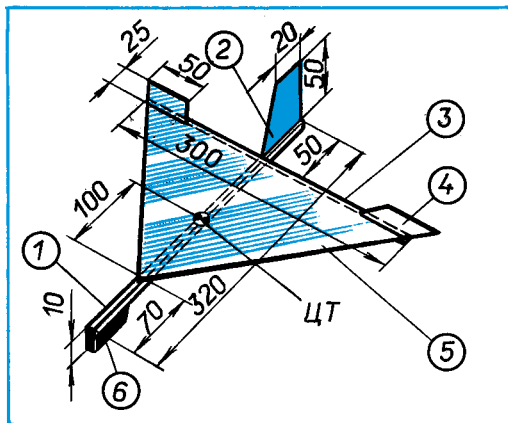

Рис. 63. Летящее крыло.
**Летающее крыло.** Конструкция этой модели (рис. 63) необычна: у нее нет стабилизатора, а крыло 5 имеет треугольную форму. Фюзеляж 1 изготовьте из рейки сечением  $4 \times 4$  мм и длиной 320 мм. В носовой части с помощью ниток и клея прикрепите груз — пластинку из древесины. Из рейки сечением  $4 \times 4$  мм сделайте заднюю кромку крыла 3 и крепко примотайте ее нитками крест-накрест к фюзеляжу. Отрежьте нитку длиной 650 мм. Середину нитки привяжите к фюзеляжу в носовой части. Оба конца нитки оттяните так, чтобы они вместе с задней кромкой образовали равнобедренный треугольник. Концы ниток привяжите к задней кромке.